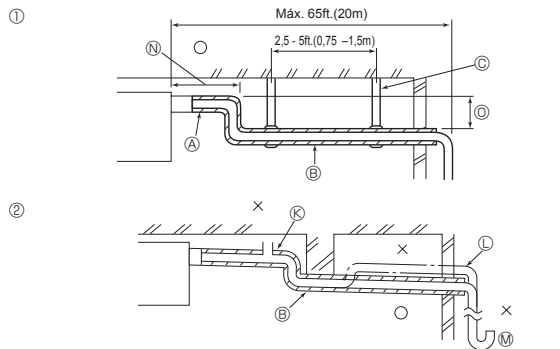

Fig. 4-1
- Utilice la manguera de drenaje adjunta para cambiar la dirección de la tubería de extracción. (Fig. 4-1)
- ① Tubería correcta
- ② Tubería incorrecta